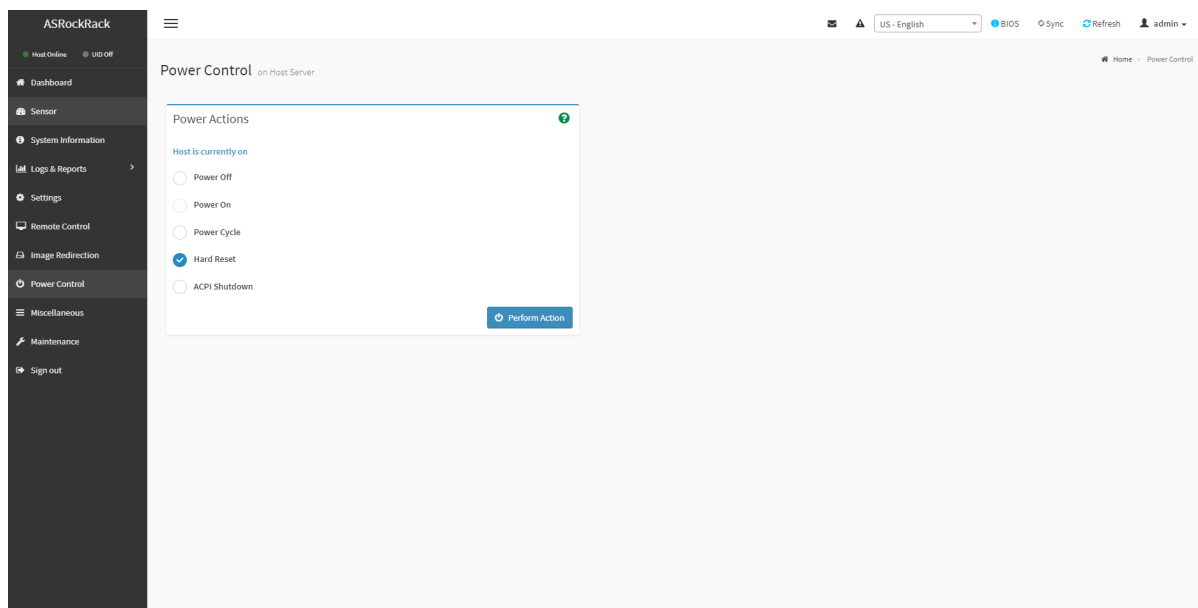

Рис. 121. Окно «Power Control»
- 5) Пройдите во вкладку «Power Control» в данной вкладке осуществляется управление питанием сервера. Окно показано на рис. 121 Окно «Power Control»